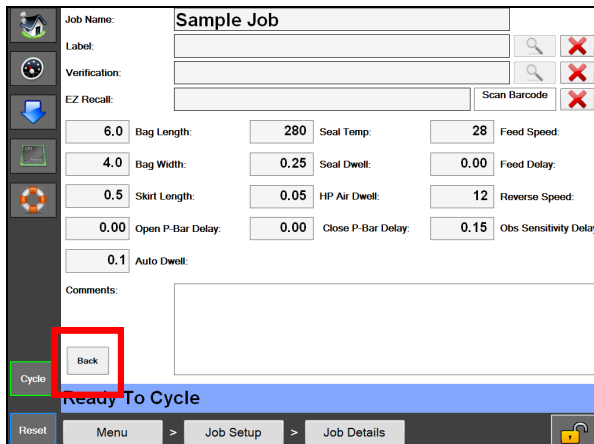

图 5-3B。作业详细信息屏幕。
3. 在每个框中编辑相应的信息。图 5-3B。
4. 按返回按钮。图 5-3B。